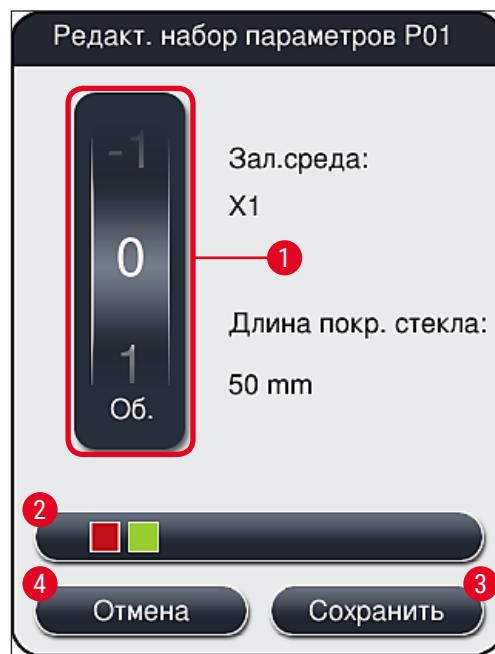

Рис. 47
2. В следующем меню (→ Рис. 47) можно уменьшить или увеличить объем нанесения путем вращения регулятора (→ Рис. 47-1).